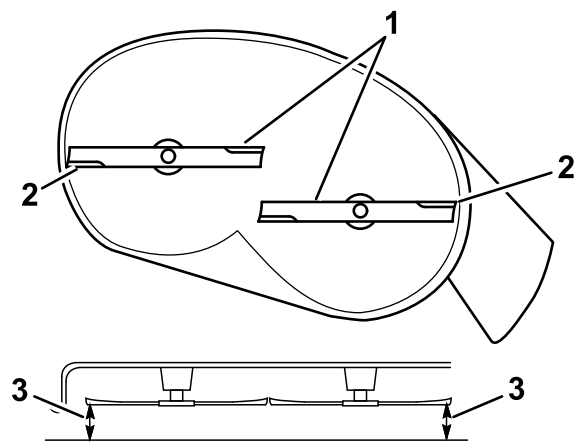
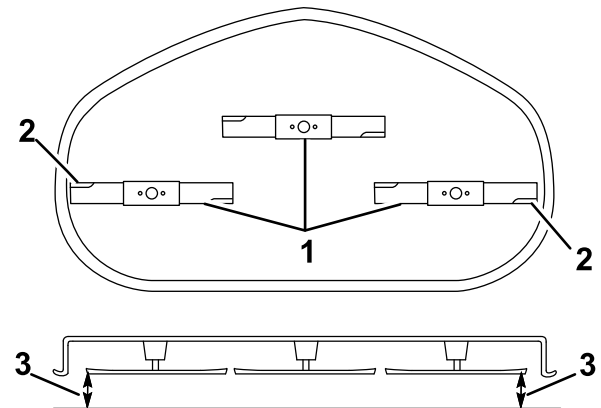

Figura 62
Figura 63
5. Mida entre los bordes de corte exteriores y la superficie plana (Figura 62 y Figura 63).